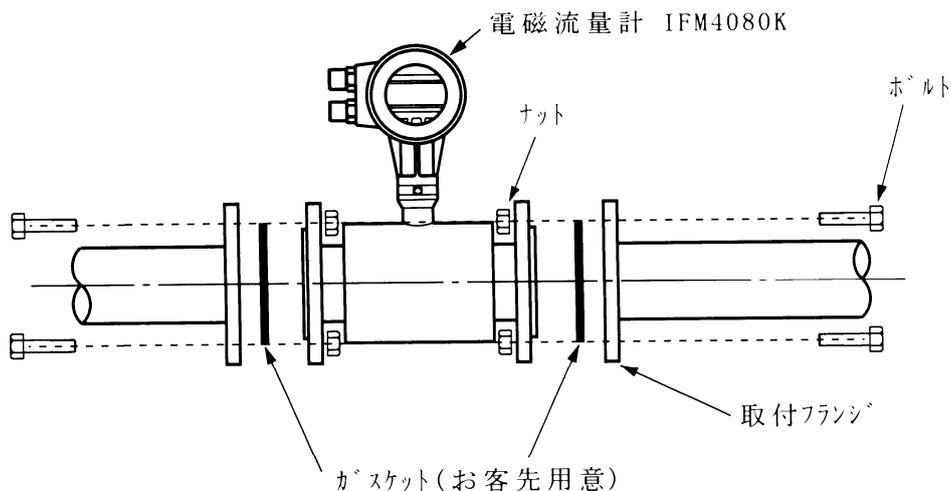

図1.14
- (1) 流体の流れ方向と検出部の流れ方向マークの向きを一致させ取付フランジ間に挿入してください。
- (2) ガスケットを挿入し、フランジにボルトを通してナットを仮止めしてください。(図1.14参照)
- (3) 検出部と取付フランジが同心となるように位置を修正してください。